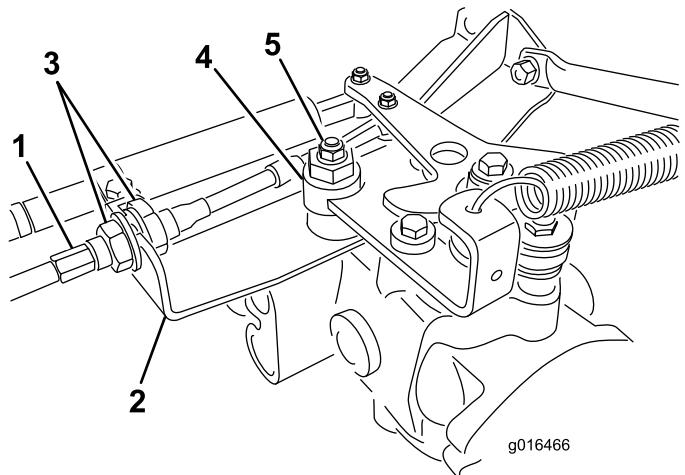

Figure 41
- A. Desserrez les deux écrous de blocage qui fixent le câble de commande de déplacement à la tôle de traversée sur l'hydrostat (Figure 41). Desserrez les écrous de blocage uniformément et suffisamment pour permettre le réglage.
Remarque: Desserrez l'écrou de fixation de l'excentrique en haut de l'hydrostat (Figure 41).
- E. Lorsque la route arrête de tourner, serrez l'écrou pour bloquer l'excentrique et le réglage (Figure 41).
- G. De chaque côté de la tôle de traversée, serrez les contre-écrous uniformément pour fixer le câble de commande de déplacement à la tôle (Figure 41). Ne tordez pas le câble.